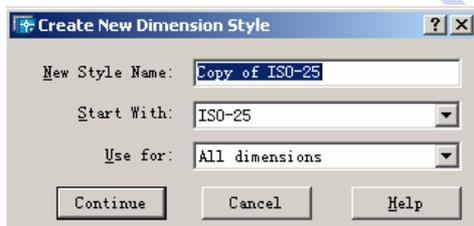

图 8-55 Create New Dimension Style 对话框
(2) 在 Preview of (预览) 和 Description (说明) 栏中显示指定标注样式的预览图像和说明文字。
(3) 在样式列表中单击右键,可对指定样式进行重命名 (Rename) 或删除 (Delete) 操作。注意,以下样式不能被删除。
(4) 单击  按钮可将指定的标注样式设置为当前样式,也可通过快捷菜单中的 Set current 项完成此操作。
(5) 单击  按钮弹出 Creat New Dimension Style (创建新标注样式) 对话框,如图 8-55 所示。